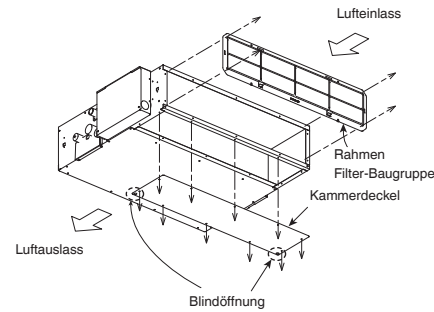

Abb. 3-57-1
- (1) Die Rahmenfilter-Baugruppe abnehmen. Den Kammerdeckel abnehmen. (Abb. 3-57-1)